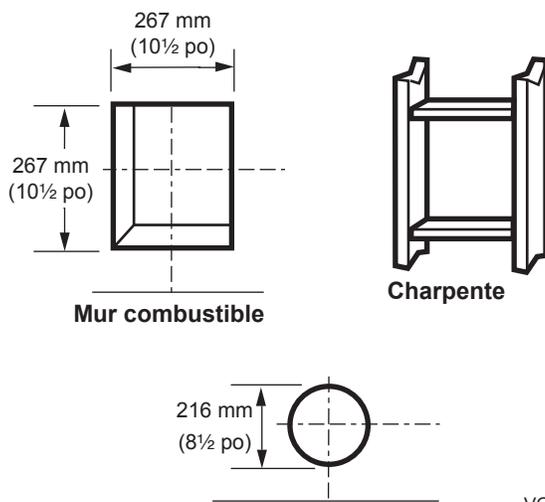

Figure 25 -
2. Le centre du trou doit être aligné avec l'axe central de l'embout du conduit horizontal rigide de ventilation. Allouez une montée minimale de 1/4 po par longueur de 12 po. Figure 25